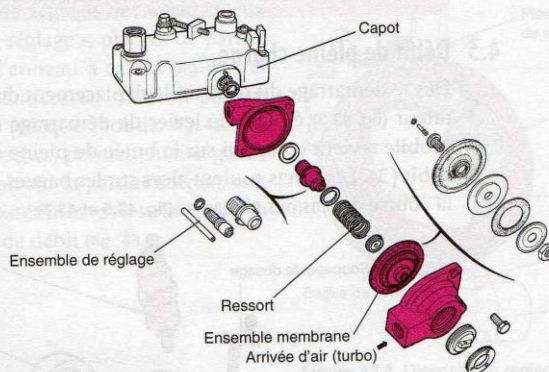

Figure 43.9. Pièces d'un limiteur de richesse LDA (Doc. RVI)
- Dispositif de purge automatique (fig. 43.9).